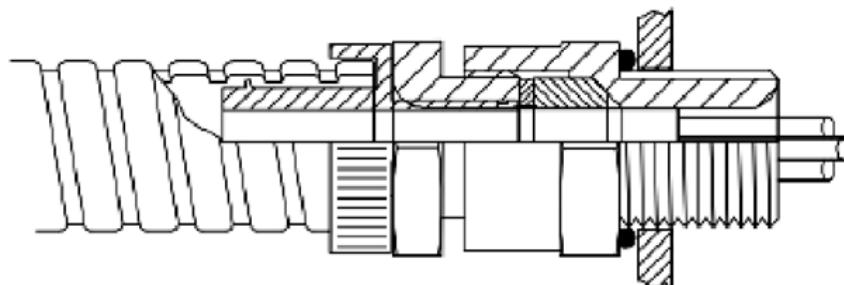

Рисунок 22 - Кабельный ввод
- 1) Закрепить входной элемент кабельного ввода в соответствующие отверстия в корпусе газоанализатора (см. рисунок 22). Затянуть вручную, затем закрутить с помощью гаечного ключа. Усилие затяжки кабельного ввода при монтаже 32,5 Нм.